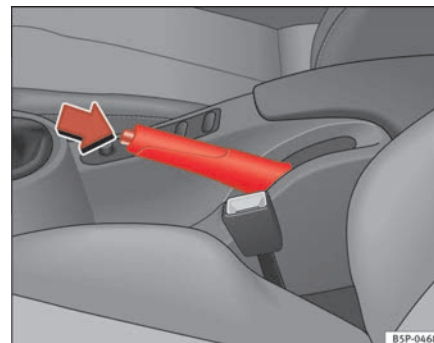

Fig. 127 Freno de mano entre los asientos delanteros
⇒ fig. 127.
- Tire ligeramente de la palanca hacia arriba, presione el botón de desbloqueo en la dirección de la flecha ⇒ fig. 127 y baje completamente la palanca ⇒ ⚠.